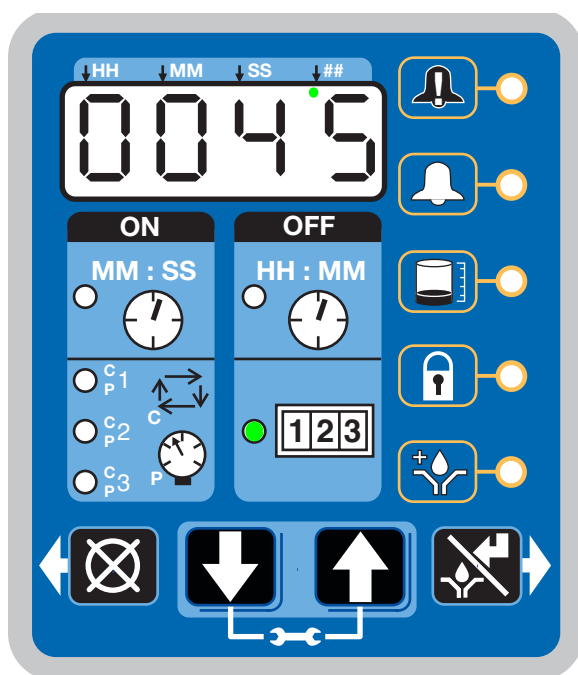

Рис. 53
- Горит индикатор рядом с 1-2-3 (Рис. 53).
В примере на Рис. 53 оставшееся количество операций — 0045.